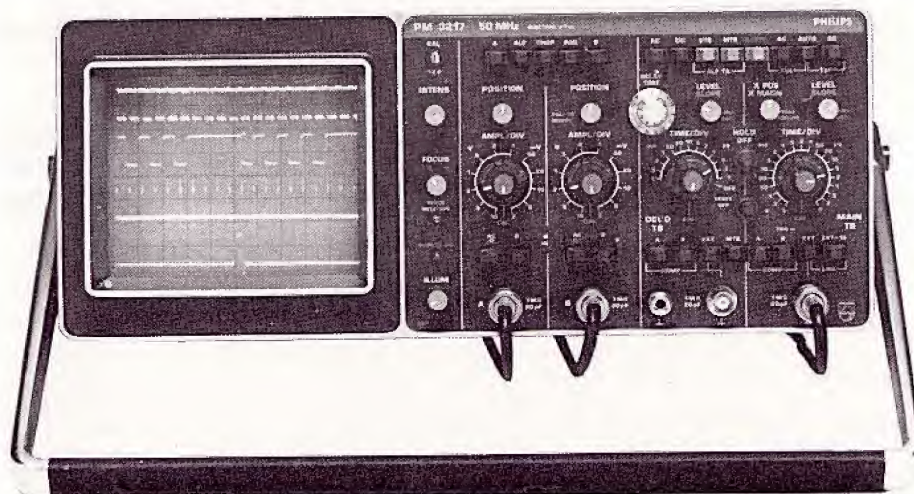

Fig. 17.
3.3. COMMANDES ET PRISES (voir fig. 17.).